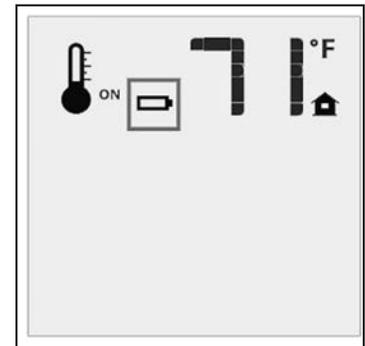

Figure 18: Batterie faible
**Émetteur :** la durée de vie de la télécommande batterie dépend de divers facteurs : la qualité des batteries utilisées, le nombre d'allumages de l'appareil, le nombre de changements à la point de consigne du thermostat de pièce etc. lorsque l'émetteur Les piles sont faibles, une icône Battery apparaîtra sur l'écran LCD de l'émetteur (voir la figure 18) avant de l'ensemble de la batterie est perdue. Lorsque les batteries sont remplacés cette icône va disparaître.